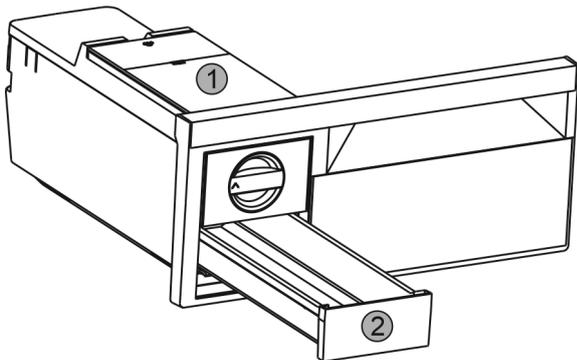

Fig. 41
- ▶ Извадете резервоара за вода Fig. 41 (1) и чекмеджето за ледени кубчета Fig. 41 (2).